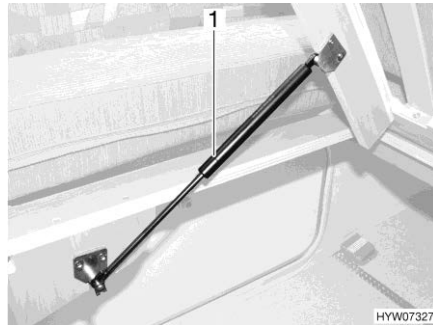

Fig. 133 Letto fisso
- Sollevare il telaio portamaterasso. Le molle a gas (Fig. 133,1) mantengono il telaio portamaterasso in posizione di apertura.